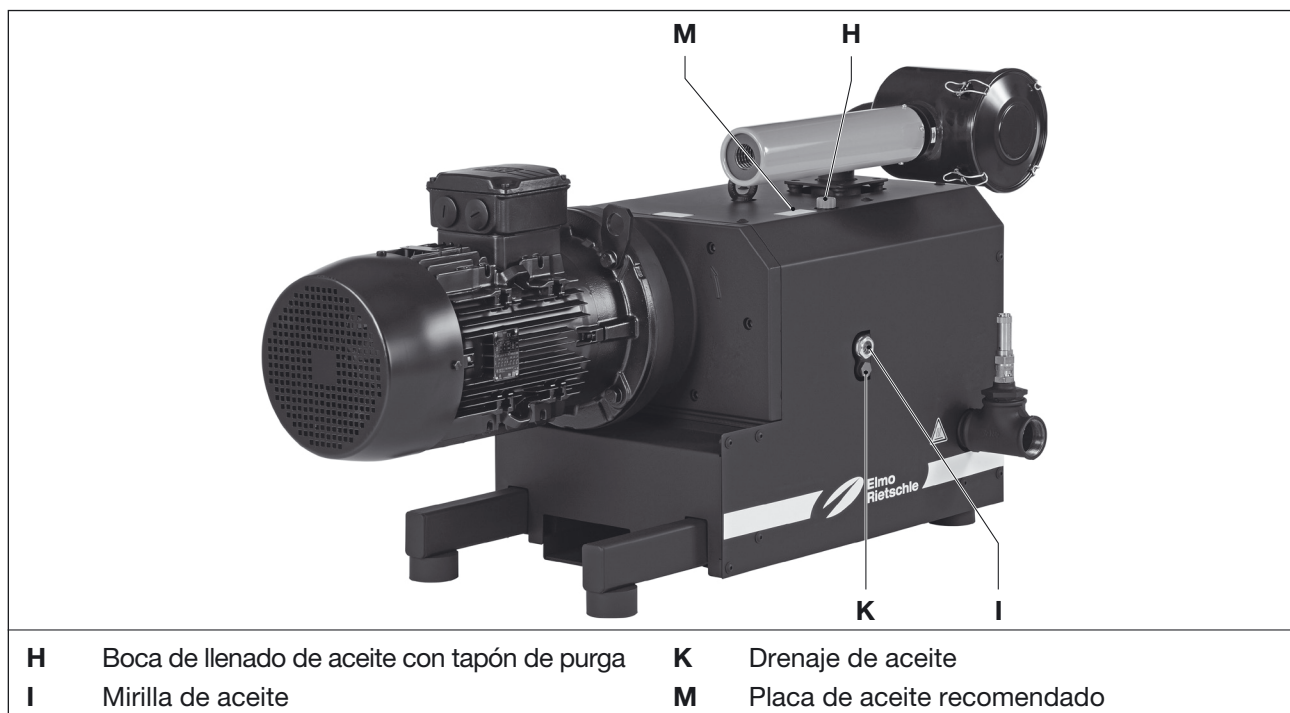

Fig. 7 Cambio de aceite
Para el funcionamiento, se recomienda emplear aceites de Elmo Rietschle (véase también la placa de aceites recomendados (Fig. 7/M)) y Tab. 2 en la página 30.
Controlar el nivel de aceite a través de la mirilla (Fig. 7/I) mensualmente.
- b) Abrir el cierre de la boca de llenado de aceite (Fig. 7/H) y llenar de aceite hasta el borde superior de la mirilla (Fig. 7/I).
- Colocar el recipiente debajo del punto de salida de aceite (Fig. 7/K).
- Abrir el tornillo en la boca de llenado de aceite (Fig. 7/H), abrir el drenaje del aceite (Fig. 7/K) y dejar salir el aceite usado.
- Cerrar el punto de salida de aceite (Fig. 7/K) e introducir aceite nuevo en el punto de llenado de aceite (Fig. 7/H) hasta que el nivel de aceite alcance el centro de la mirilla.
- Cerrar el tornillo en la boca de llenado de aceite (Fig. 7/H).